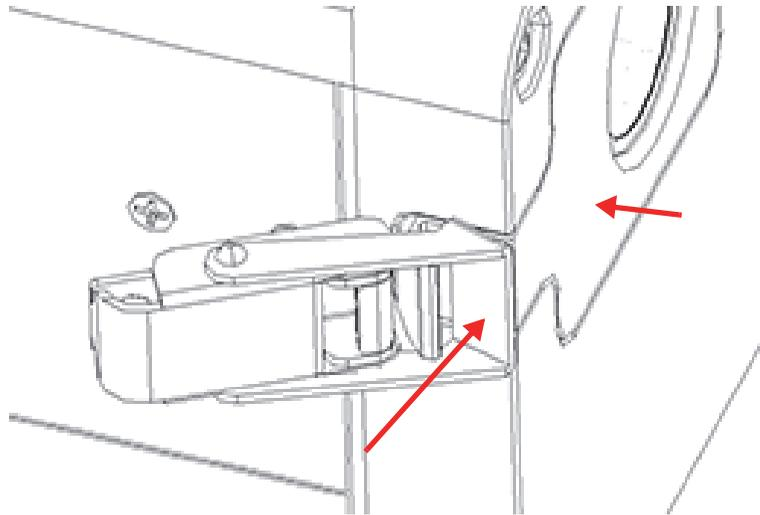

Figura 4-11 Appoggiare il dispositivo di blocco sul gancio della placchetta
- Mantenendo ferma la placchetta, spingere la parte frontale del dispositivo di blocco della placchetta sul gancio della placchetta (vedi Figura 4-11 a pagina 69).